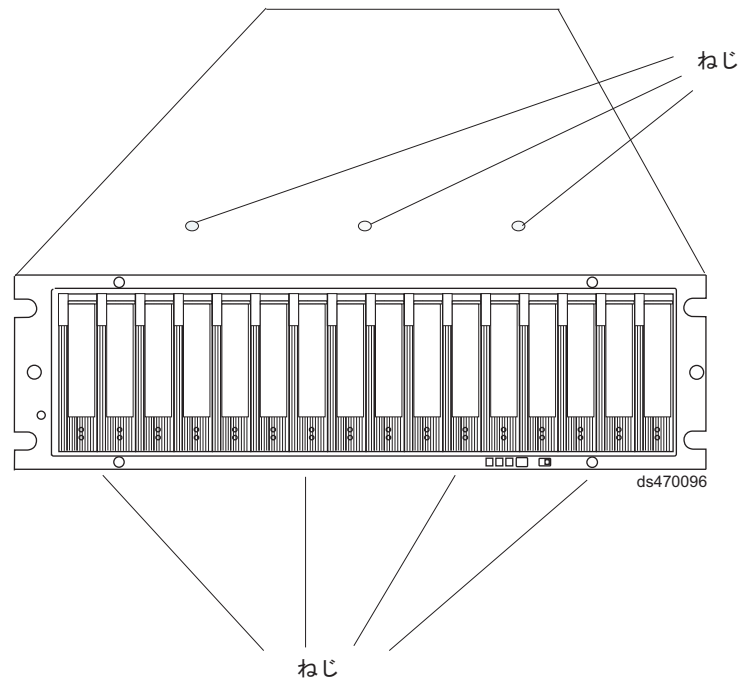

図 40. シャーシの上部および下部をフレームに対して保持するねじ
13. ラックの前面からシャーシを引き出して、ラックから取り外します。水平面に置きます。107 ページの図 40 に示すように、シャーシの上部に 3 つ、シャーシの下部に 4 つ並んでいるプラスねじを見つけます。#1 プラスねじ回しを使用して、この 7 つのプラスねじを外します。ねじを保管します。
18. 図 40 に示すように、前面ケージ・フレームを EXP5000 シャーシに対して保持する 7 つのプラスねじ (ステップ 13 (106 ページ) で取り外したものの、上部 3 つ、下部 4 つ) を取り付けます。